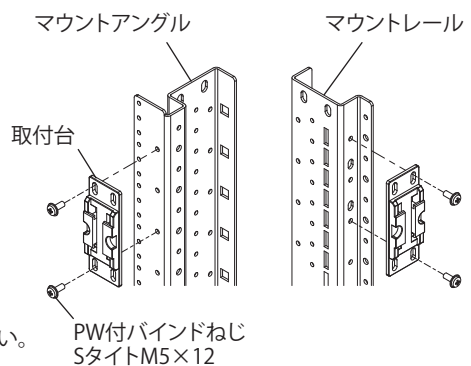

図 1
1. 取付台を付属のPW付バインドねじSタイプM5×12にて、マウントアングル・マウントレールのねじ穴に締め付けてください。(図1、2)